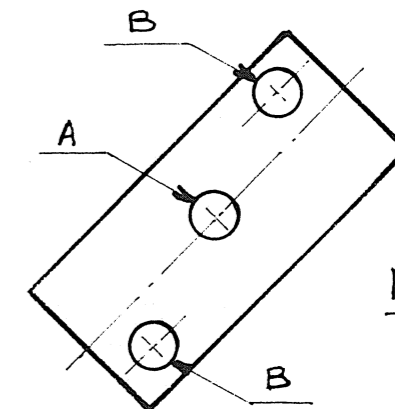

Fig:31
Enfin si vous craignez de refaire la bêtise vous pouvez adopter l'astuce suivante : sur une petite plaque de laiton (7/10 mm) vous percez trois trous (Fig. 31). Le (A) recevra l'axe du pignon satellite et sera donc taraudé à 4 mm. Les trous (B) percés, par exemple, à 3 mm. Il est évident que cette plaque aura une dimension telle qu'elle s'encastrera dans le bloc moteur, sans faire saillie. Vous monterez provisoirement le pignon sur l'axe (A) et vous présenterez cette pièce dans le bloc de manière à engrener sur le pignon d'axe de roue et sur le pignon accolé au Ph. A l'aide d'une petite presse, bloquez la languette de laiton.